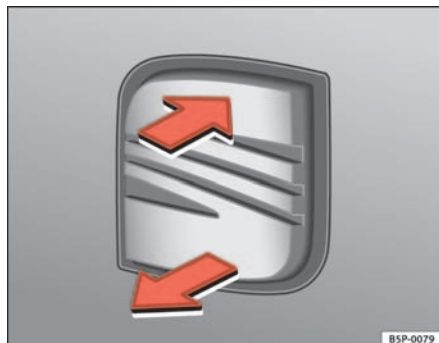
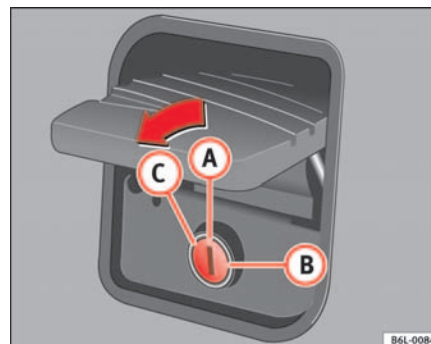

Fig. 49 Portón trasero: apertura desde fuera
Fig. 50 Cerradura del portón trasero
- Tire de la maneta y levante el portón ⇒ fig. 49. El ojo de la cerradura debe estar en posición vertical ⇒ fig. 50(a)
Con el ojo de la cerradura (a) ⇒ fig. 50 en posición vertical, el portón se abre y se cierra automáticamente mediante el cierre centralizado. Además el portón se puede abrir y cerrar con la llave.
Estando el ojo de la cerradura en posición horizontal (b) ⇒ fig. 50, una vez cerrado el portón trasero, queda permanentemente bloqueado y sólo se podrá abrir con la llave principal.
Para abrir el portón hay que girar la llave hasta el tope (c) ⇒ fig. 50 en el sentido de la flecha. En esta posición, la llave no podrá sacarse de la cerradura.